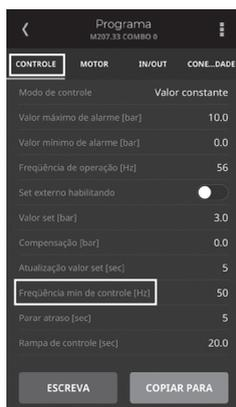

Figura 17 - Acesso menu *CONTROLE*
8. Dentro do menu *PROGRAMA*, acesse o menu *CONTROLE* e encontre o parâmetro *Frequência min de controle*, conforme Figura 17.